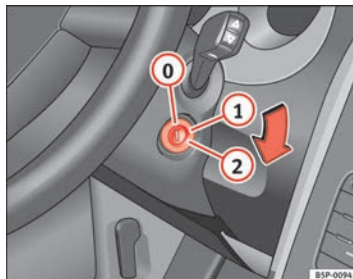

Fig. 116 Posiciones de la llave de contacto
En esta posición ⇒ fig. 116 el encendido y el motor están desconectados pudiéndose bloquear la dirección.
- Gire la llave de contacto hasta la posición ⇒ **página 165, fig. 116 ①**. El testigo  se encenderá en caso de precalentamiento del motor.
- En cuanto se apague el testigo, gire la llave de encendido a la posición **②** para poner en marcha el motor y no pise el acelerador. ▶
- Gire la llave de contacto a la posición ⇒ página 165, fig. 116 .